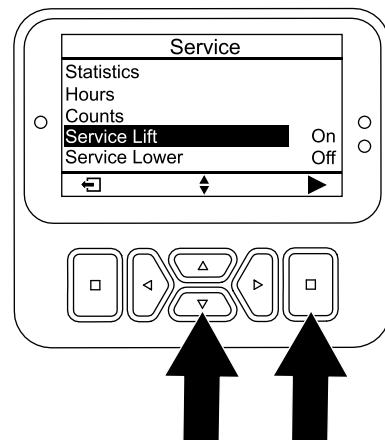

图 120
4. 按向下按钮直至 SERVICE LIFT 提升维修选项被选定然后按选择按钮 图 120。